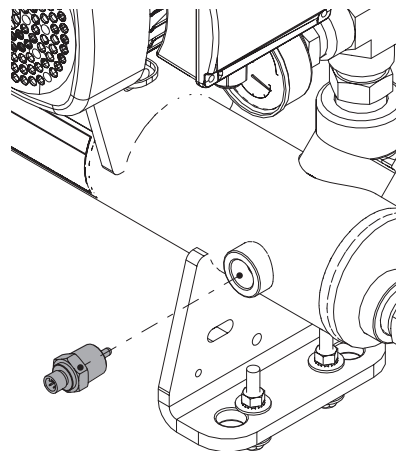

図 14. CMM/CLM ヒータータンクから取り外した制御 RTD
3. RTD プラグのネジを緩めます。プラグを取り外します。RTD のネジを緩めてタンクから取り外します（図 14 を参照）。